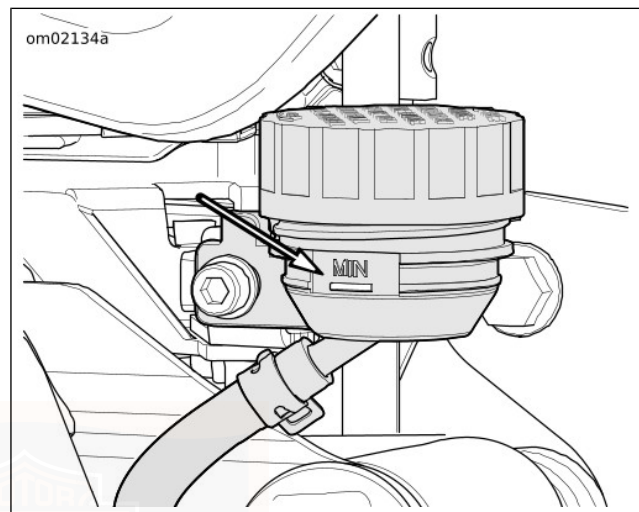

Figura 35. Nivel MIN (mínimo) del depósito de la bomba trasera
3. **Trasero:** vea Figura 35. Verifique el nivel del lado del depósito del freno trasero. El nivel debe estar arriba de MIN (nivel mínimo).